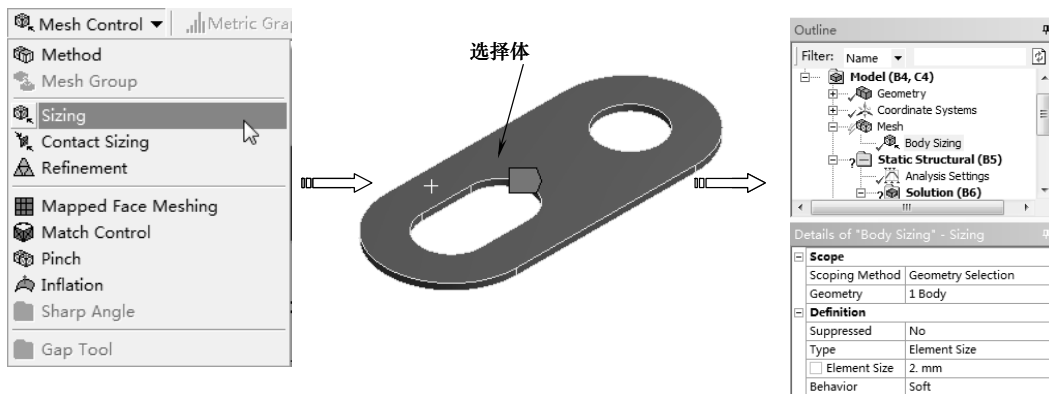

图 12-27 设置网格尺寸
2) 在【Outline (分析树)】中选择【Mesh】节点, 单击【Mesh】工具栏上的【Mesh Control (网格控制)】|【Sizing (尺寸)】命令, 单击窗口上方图形选择工具栏上的【Body (选择体)】按钮 , 在【Details of “Body Sizing” Sizing】列表中单击【Scope】选项下的【Scoping Method】项, 在图形区单击选择实体, 单击【Geometry】项中的【Apply】按钮完成, 在【Element Size】文本框中输入 2mm, 如图 12-27 所示。